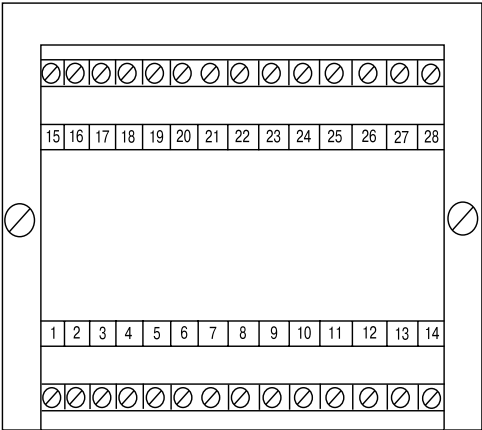

Рис. 2
3.1.3. На задней части корпуса находятся две клеммных колодки (**рис. 2**). Схема подключения, а также назначение контактов приведены в *прил. Б*, **рис. Б.1**, **табл. Б.4**.